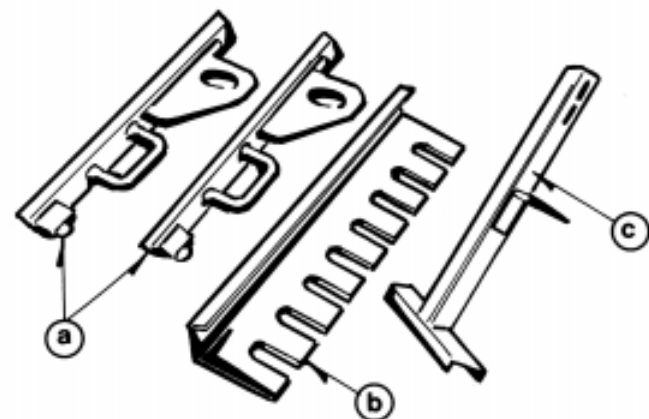

Fig. 38 Accessori e attrezzatura varia
- Golfari per sollevamento (fig. 38-a)
- Mensola di supporto delle varie leve e maniglie (fig. 38-b)
- Supporto per l'esatta ubicazione delle sbarre principali (fig. 38-c)
- Lifting bolts (fig. 38-a)
- Support bracket for the various levers and handles (fig. 38-b)
- Support for precise positioning of the main busbars (fig. 38-c)